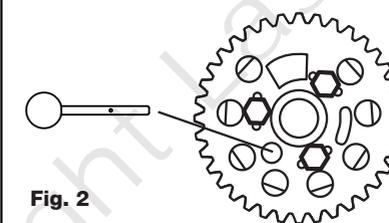

Fig. 2
**Nota: NO utilice la herramienta C para sujetar el árbol de levas contra el par de aflojado, ni para apretar los pernos de la polea del árbol de levas. Ver Fig. 2.**